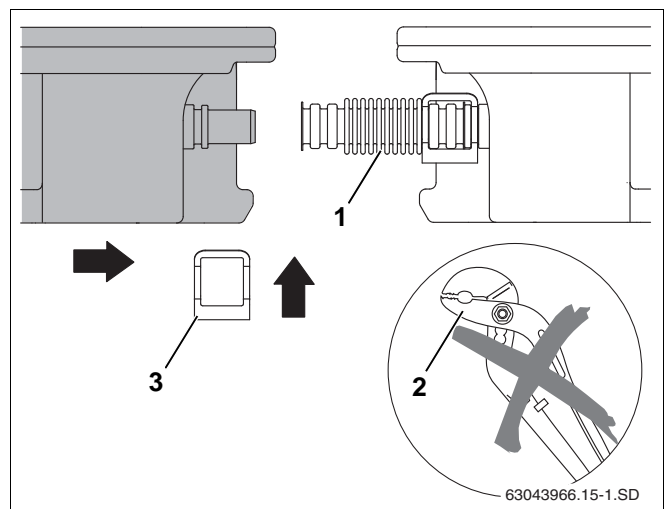

Fig. 26 Den anden solfanger skubbes hen til den første
- ▶ Brug ikke hjælpeværktøjer som f.eks. tænger (fig. 26, **pos. 2**). Forbinderne til flexrør kan blive ødelagt og dermed ubrugelige.
- ▶ Skub den anden solfanger hen til den første solfanger, så solfangertilslutningerne skubbes ind i den første solfangers formonterede forbinder til flexrør (fig. 26, **pos. 1**).
- ▶ Sæt den anden klemme (fig. 26, **pos. 3**) hen over forbinderen til flexrøret og solfangertilslutningen.